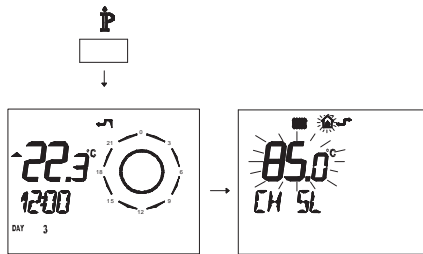

Fig. 5.55
- Premere per più di 3 secondi il pulsante P para per entrare in modalità *INFO* (Fig. 5.55).